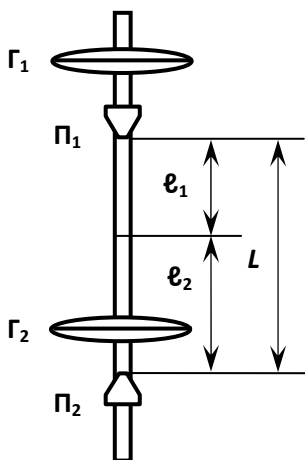

Рис. 15. Оборотный маятник
Частным случаем физического маятника является оборотный маятник (рис. 15), состоящий из стальной пластины, на которой укреплены две опорные призмы  $\Pi_1$  и  $\Pi_2$ . Период колебаний маятника можно менять перемещением грузов  $\Gamma_1$  и  $\Gamma_2$ . С помощью формулы (85) для периода  $T$  колебаний физического маятника можно вычислить ускорение свободного